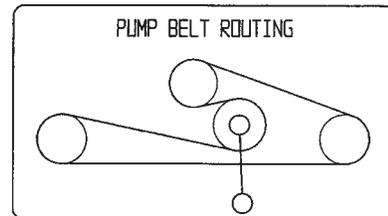

Figure 73
1. Abaissez la poulie de tension rappelée par ressort et enlevez la courroie des poulies du moteur et de la pompe hydraulique (Fig. 73). Enlevez la courroie entre les poulies.
2. Installez la courroie neuve sur les poulies du moteur et de la pompe hydraulique (Fig. 73).
3. Abaissez la poulie de tension rappelée par ressort et alignez-la sous la courroie de transmission. Relâchez le bras de renvoi (Fig. 73).